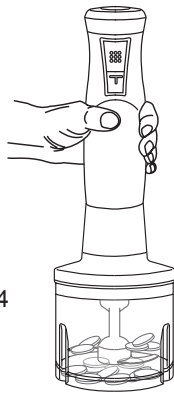

Fig.3.4
- Poner en marcha el aparato. Atención: no poner en marcha el aparato si el todo el conjunto no está debidamente asentado y acoplado (Fig. 3.4).